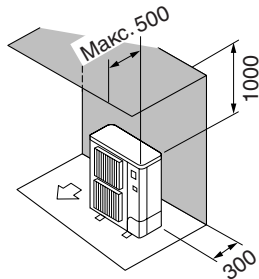

Fig. 3-6
- ② Окружающие предметы - только сзади и сверху (Fig. 3-6)